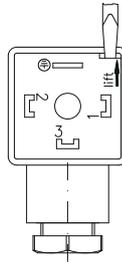

Abb. 8
- ↖ Öffnen Sie das Innenteil ⑧ der Leitungsdose ② mit einem Schraubendreher oder einem ähnlichen Werkzeug (⇒ Abb. 8).